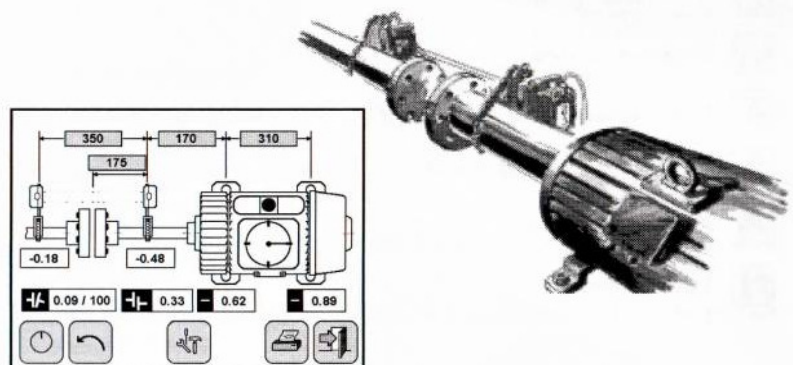

Figura 4 – Posição Horizontal dos Eixos da Máquina
5.6 Usando o indicador de inclinação na tela, girar os eixos para a posição de 3 horas do relógio e pressionar o ícone de 3 horas. Na tela deve aparecer a posição atual horizontal dos eixos da máquina (Figura 4).